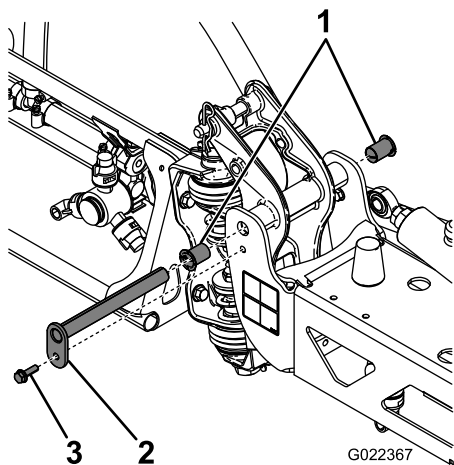

Figura 57
3. Com o peso da rampa suportado, retire o parafuso e porca que seguram o pino de articulação à rampa (Figura 57).
4. Retire o parafuso e porca que prende o pino de articulação e retire o pino (Figura 57).
6. Retire e inspecione os casquilhos de nylon dos lados dianteiro e traseiro do suporte da articulação (Figura 57).
7. Aplique uma pequena quantidade de óleo nas buchas de nylon e coloque-as no apoio da articulação (Figura 57).
8. Instale a rampa e o apoio da articulação na estrutura central alinhando as aberturas (Figura 57).